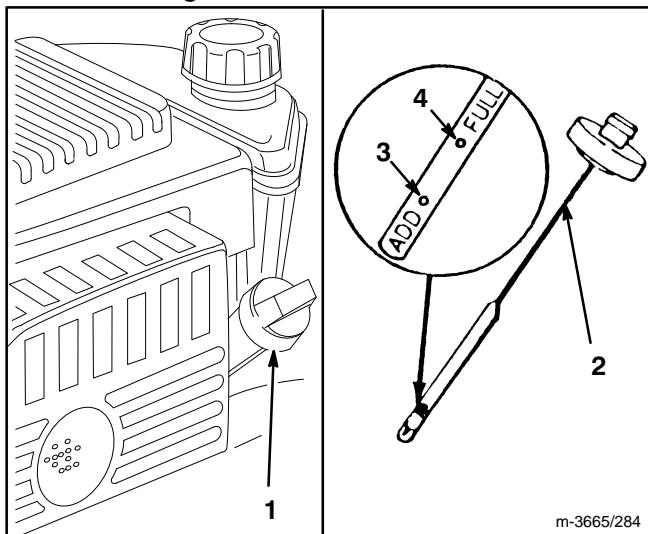

Figure 9
Remplir le carter moteur d'huile SAE 30 ou 10W30 jusqu'à ce que le niveau atteigne le repère du plein (FULL) de la jauge comme illustré à la figure 9. La contenance maximale du carter moteur est de 0.65 l d'huile (22 onces). Toutes les huiles de classe SF, SG, SH ou SJ (classification API — American Petroleum Institute), sont acceptables.
Avant chaque utilisation, vérifier que le niveau d'huile se trouve entre les repères FULL (plein) et ADD (ajouter) (Fig. 9). Faire l'appoint suivant les besoins.
3. Essuyer la réglette de la jauge et la réinsérer dans le goulot de remplissage. Visser le bouchon d'un quart de tour vers la droite. Retirer à nouveau la jauge et contrôler le niveau d'huile (Fig. 9). Si le niveau est insuffisant, ajouter juste assez d'huile pour atteindre le repère FULL. **NE PAS REMPLIR AU-DESSUS DE CE REPÈRE, CE QUI POURRAIT CAUSER DES DOMMAGES AU MOTEUR LORS DU DÉMARRAGE. VERSER L'HUILE LENTEMENT.**
1. VÉRIFIER LE NIVEAU D'HUILE—Veiller à ce que le niveau d'huile demeure entre les repères FULL et ADD de la jauge (Fig. 9).